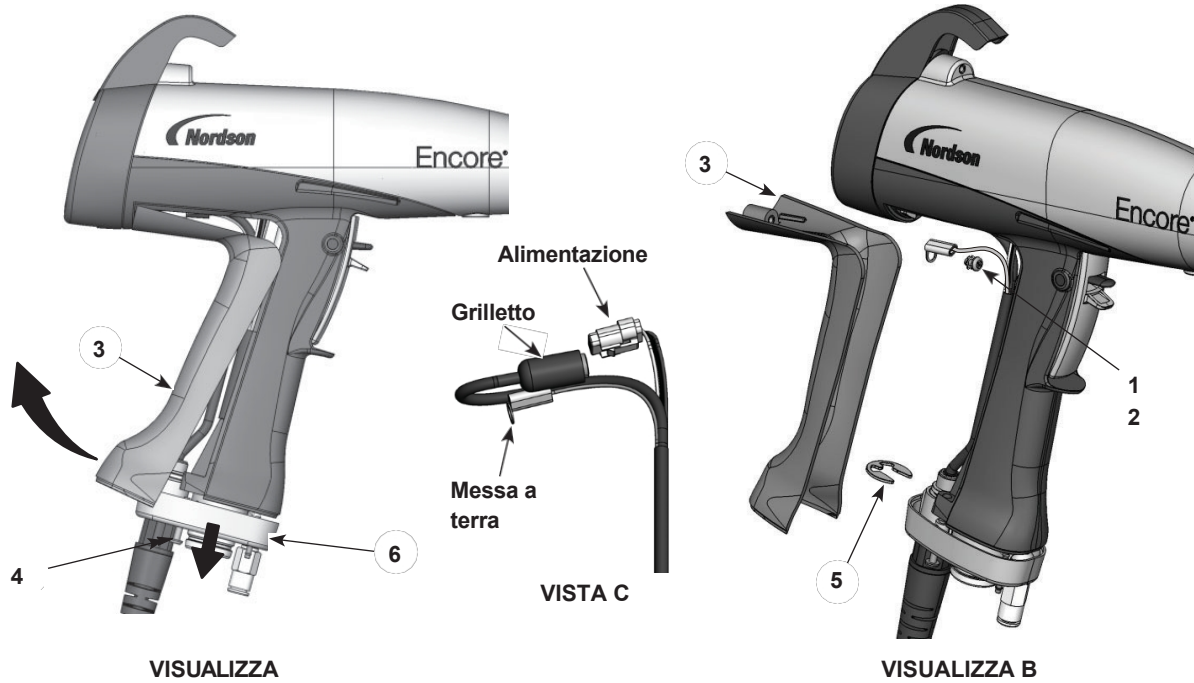

Figura 6-7 Sostituzione dell' e del cavo
3. Vedere la Figura 6-7, Vista A. Allentare le due viti M3 x 20 (4) che fissano la base dell'impugnatura (6) alla maniglia.
4. Tirare la base lontano dall'impugnatura quanto basta per liberare il bordo inferiore del cuscinetto di terra (3) dalla base.
6. Vedere la Figura 6-7, Vista B. Rimuovere la vite M3 x 6 (1), la rondella di bloccaggio (2) e il terminale di terra dal cuscinetto di terra.
7. Rimuovere l'anello a E (5) dal cavo.
8. Vedere la Figura 6-7, Vista C. Estrarre i connettori del cavo dalla parte inferiore dell'impugnatura. Scollegare il connettore dell'alimentatore dal connettore del cavo della pistola inserendo un piccolo cacciavite a lama piatta nella fessura del connettore dell'alimentatore per sganciare il fermo.
1. Vedere la Figura 6-7. Far passare un nuovo cavo attraverso la base della maniglia, quindi installare l'anello a E (5) sul cavo per fissarlo in posizione.
3. Collegare il terminale del cavo al piatto di messa a terra (3) con la vite M3 x 6 e la rondella di sicurezza (1, 2).
6. Spingere la base dell'impugnatura (6) contro l'impugnatura e il cuscinetto di terra, quindi serrare saldamente le due viti M3 x 20 (4) nella base.
1. Vedere la Figura 6-7. Rimuovere il cuscinetto di messa a terra come descritto nei passaggi 1-5 della procedura di rimozione dei cavi. Non è necessario scollegare il cavo di messa a terra dal cuscinetto di messa a terra.